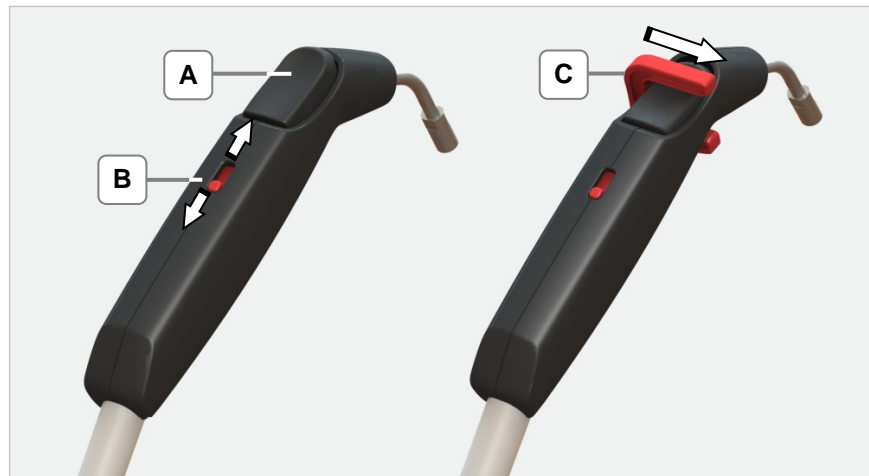

Fig. 3.8. Mango sin y con pinza de accionamiento
1.1.2 Para eliminar la presión de vapor residual, fije la tecla de vapor del mango mediante la pinza de accionamiento (*Fig. 3.8.C*) o púlsela manualmente hasta que ya no salga vapor (aprox. 40 - 50 segundos).